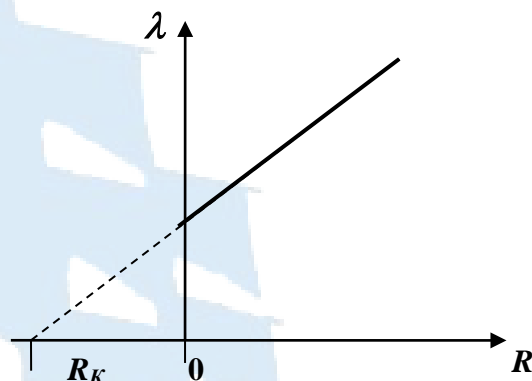

Рис. 7
3. Построить график зависимости логарифмического декремента затухания  $\lambda$  от сопротивления магазина  $R_M$  (см. рис. 7). Экстраполируя график к  $\lambda = 0$ , найти сопротивление катушки индуктивности  $R_K$ .
5. Согласно формуле (11) имеем: